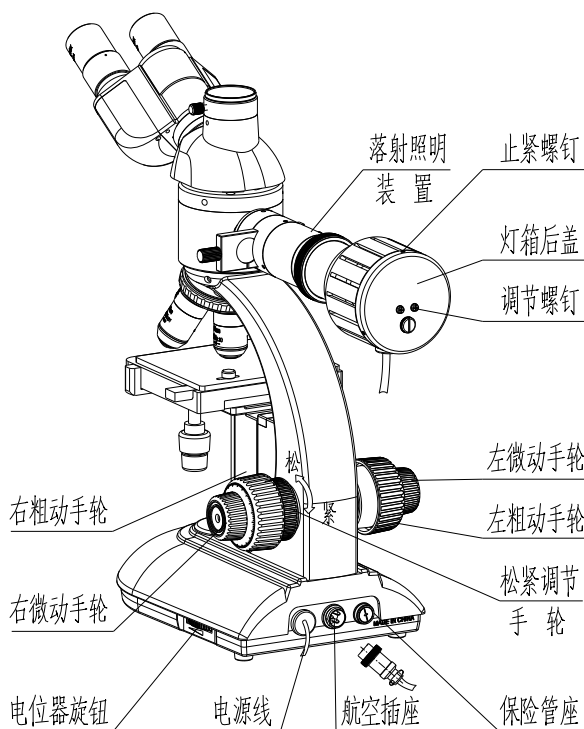

图 3 MIT100 后侧视图
- i) 松紧调节手轮使用（参见图 3）：
3. 灯泡的更换（参见图 1、图 3）
4. 保险丝管的更换（参见图 3）